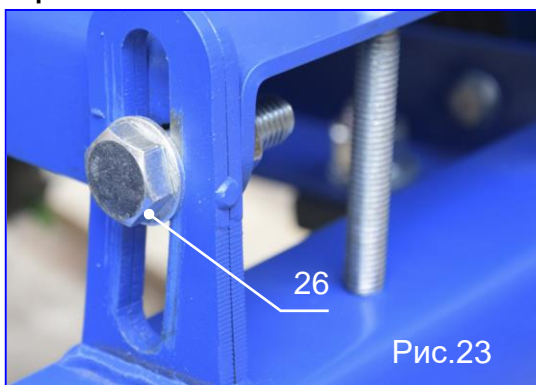

Рис.23
- Ослабьте два болта (поз.26, рис.23) крепления площадки двигателя